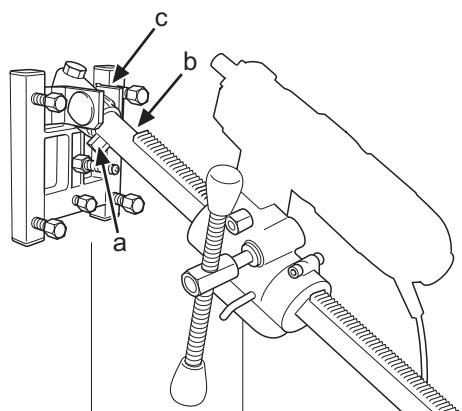

Fig. 12
2. Fissare la colonna di foratura all'attacco angolare della piattaforma. Avvitare le due viti di bloccaggio (a e b) con la chiave da 24 mm (fig. 12). Girare l'alloggiamento alimentatore di 180° e reinstallarlo sulla colonna di foratura. Reinstallare la foratrice nell'attacco rapido.
3. Regolare l'angolo di foratura desiderato agendo sul dado (c) (fig. 12) con la chiave da 30 mm.
2. Die Bohrsäule wird auf die Winkelbefestigung der Sohlenplatte montiert. Die beiden Sicherungsschrauben (a und b) mit einem 24-mm-Schraubenschlüssel festziehen. (Abb. 12). Der Bohrwagen wird um 180° gedreht und wieder auf die Bohrsäule gesetzt. Die Bohrmaschine wird wieder in die Schnellkupplung montiert.
3. Den gewünschten Bohrwinkel mit der Mutter (c) mit einem 30-mm-Schraubenschlüssel einstellen (Abb. 12).
2. Le pilier de forage se monte sur la fixation angulaire du piétement. Vissez les deux vis de blocage (a et b) à l'aide d'une clé de 24 mm. (Fig.12). Le carter d'alimentation est pivoté de 180° et remonté sur le pilier de forage. La foreuse peut être remontée dans la fixation rapide.
3. Régler l'angle de forage souhaité à l'aide de l'écrou (c) (Fig.12) à l'aide d'une clé de 30 mm.
2. De boorkolom wordt op de hoeksteun van de bodemplaat gemonteerd. Zet de twee borgschroeven (a en b) met een 24 mm sleutel vast. (Fig.12). Het toevoerhuis wordt 180° gedraaid en weer op de boorkolom vastgezet. De boormachine wordt weer in de snelbevestiging gezet.
3. Stel de gewenste boorhoek in met moer (c) (Fig.12) met een 30 mm sleutel.